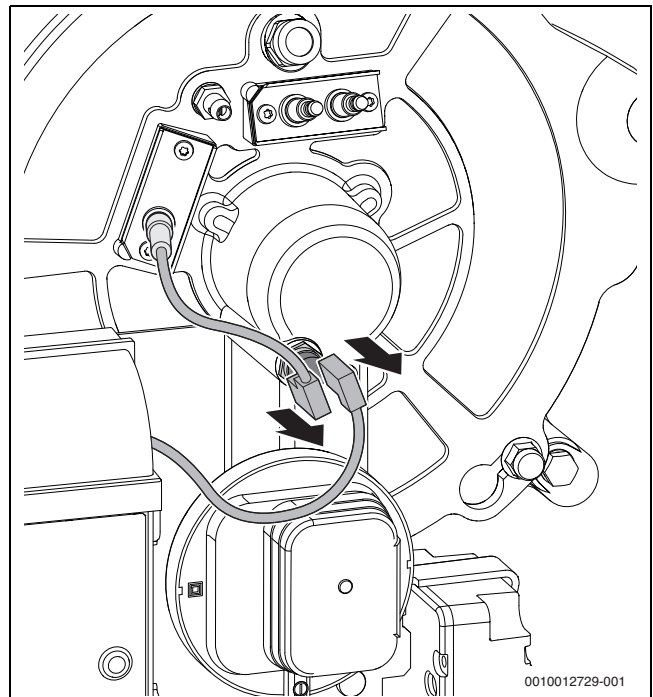

Bild 93 Stecker am Temperaturwächter abziehen
▶ Stecker am Temperaturwächter abziehen (→ Bild 93)